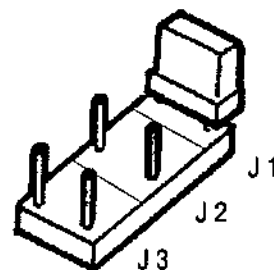

Fig. 10
Le pasteurisateur est consigné avec la barrette J 3 dans la position "INSERITO" (fig. 10) (Agitateur toujours en fonctionnement indépendamment du compresseur).
- Insérer la barrette **J 1** présent dans la fiche come indiqué dans la fig. 10.